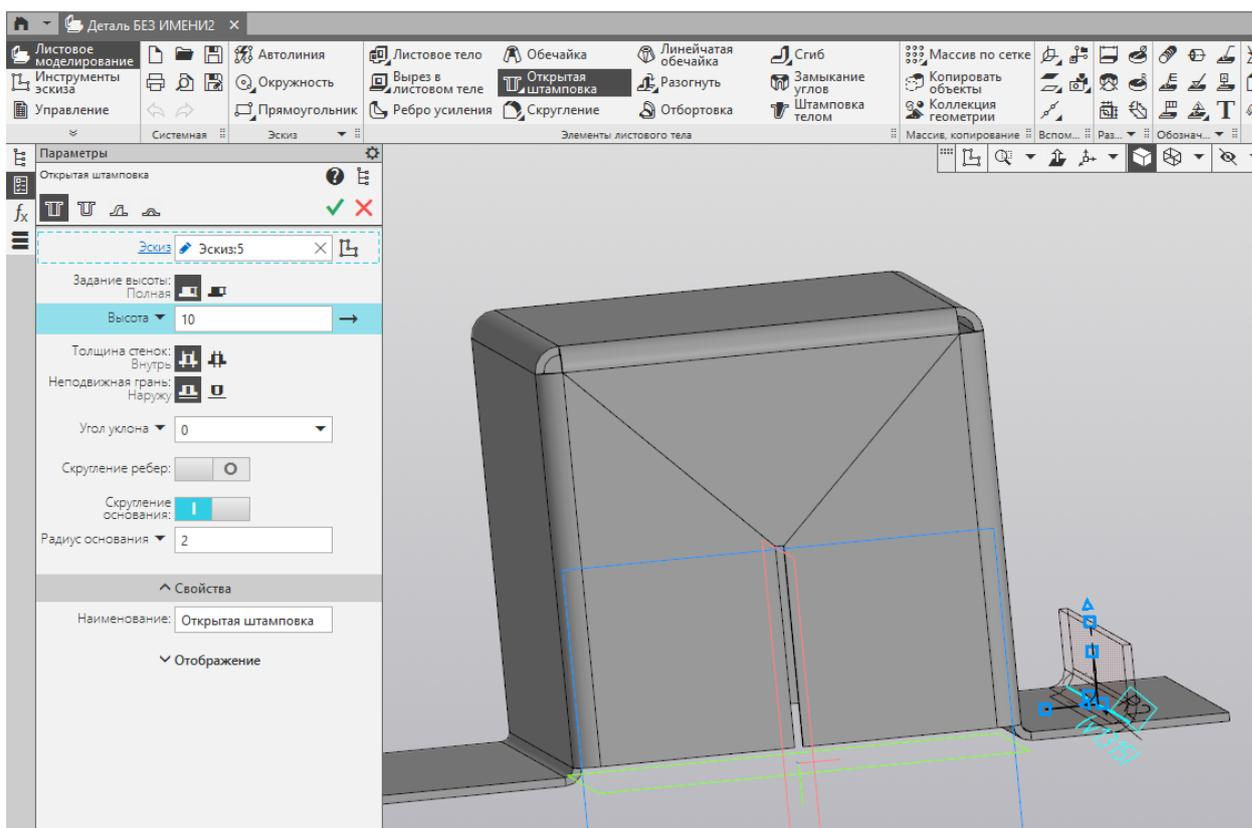

Рисунок 12 – Настройка параметров открытой штамповки
5. Используйте команду «Открытая штамповка»  Открытая штамповка . В параметрах открытой штамповки (рис. 12) убедитесь, что выбран ваш эскиз и включен режим задания высоты «Полная». Укажите высоту 10 мм и радиус основания 2 мм. Радиус скругления ребра настраивать не нужно и можно отключить. Обратите внимание на операцию «Неподвижная грань», при необходимости измените ее с наружной на внутреннюю или наоборот. Подтвердите операцию. Результат созданиягиба открытой штамповкой показан на рисунке 13.